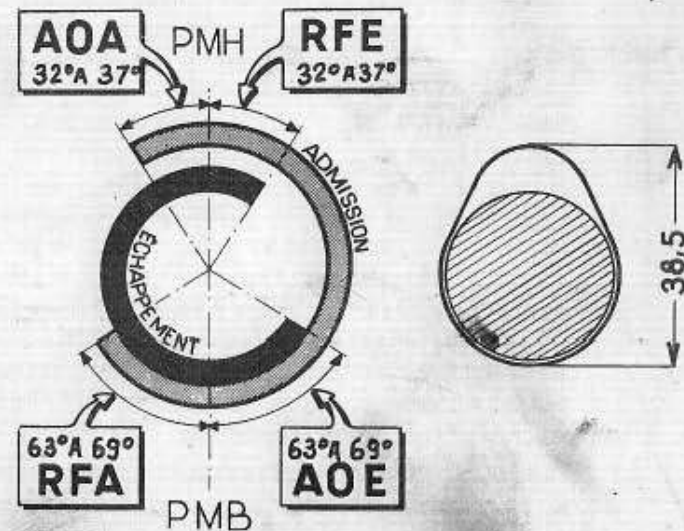
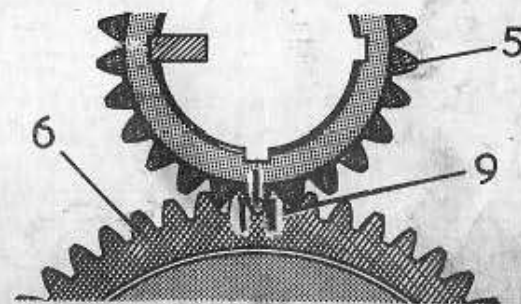
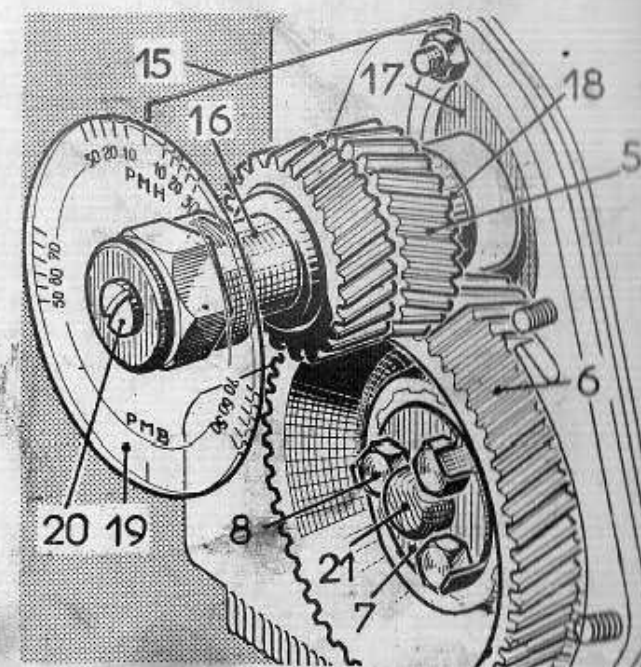

Fig. 45
Fig. 47
Fig. 49
Lire le nombre de degrés d'avance à l'ouverture (ou de retard à la fermeture selon le cas) indiqués par le disque gradué. Les cotes de réglage angulaire sont indiquées sur la Fig. 45.
- 5) Placer l'embout (4) formant butée en appui sur le bout de l'arbre du vilebrequin. Engager la collerette de chaque demi-corps (3) dans la gorge du pignon (5). Visser de quelques tours la vis (1), mettre le manchon (2) en place et continuer à visser jusqu'à l'extraction du pignon. Faire suivre la roue (6) en la tirant vers soi au fur et à mesure que l'on dégage le pignon (5). La roue se trouve dégagée la première, puis vient le pignon. Déposer l'extracteur Wilmonda DEF.
N.B.- Si l'opération ne comprend que la dépose et la pose du même couple de distribution, il y a lieu de repérer celui-ci avant le démontage. A l'aide du doigt d'arrêt Wilmonda DAT, immobiliser le moteur au Point Mort Haut (coup de pointeau sur le volant). Repérer la roue et le pignon suivant (9 - Fig. 47).
Vérifier si la rondelle obturatrice (17 - Fig. 49) est bien montée sur le vilebrequin.
Poser la clavette sur l'embout du vilebrequin, puis visser l'outil Wilmonda DAG (16 et 18 - Fig. 49) sans le disque gradué (19). Poser le pignon de distribution (5) sur l'outil DAG.
Poser le disque gradué, le repère PMH se trouvant dirigé vers le haut (il n'est pas nécessaire que ce repère soit absolument placé dans l'axe vertical). Monter un fil de fer (15 - Fig. 49), soit sur un des goujons du couvre-engrenages, soit sur un des goujons du boîtier de commandes auxiliaires. Couder ce fil de fer pour faire coïncider sa pointe avec le repère PMH du disque gradué.
Repérer à la craie les dentures correspondantes du pignon et de la roue (Fig. 47). Déposer le pignon et la roue (ne pas effacer les repères).
Déposer le mandrin, puis à l'aide du tampon Wilmonda DAV (Fig. 50) et en frappant avec un maillet sur le manche, pousser à fond le pignon sur le vilebrequin, tout en faisant suivre la roue dans le même plan que le pignon. Faire attention de ne pas coincer le piston compensateur (21 - Fig. 49) du mano-contact. L'emploi des trois goujons-guides évite cet inconvénient. Remonter le disque gradué et vérifier si
<p>l'on trouve toujours 57° AOE pour le M5 et 63° pour le Tigre avant le Point Mort Bas.</p> <p>Poser le frein (7 - Fig. 49) sur les goujons-guides. Remplacer un par un les goujons par les vis (8 - Fig. 49), bloquer ces trois vis à $2,5 \pm 0,5$ m/kg (ne pas rabattre le frein).</p> <p>Approcher les trois autres culbuteurs par les pivots, en laissant toutefois un certain jeu.</p> <p>10) Régler le culbuteur (admission droite) : Retirer le doigt DAT et tourner le moteur dans le sens de marche jusqu'à l'ouverture maximum de la soupape. Faire effectuer au vilebrequin un tour complet et régler le culbuteur à 78/100, grassement.</p> <p>11) Vérification du calage - Engager une cale de 1/10 et procéder à la vérification successive des deux soupapes par lecture sur le disque gradué (voir le réglage angulaire - Fig. 45). Le réglage de la distribution doit-être le plus égal possible sur les deux cylindres.</p> <p>12) Le couple de distribution étant réglé définitivement, démonter le mandrin Wilmonda. S'assurer du blocage des trois vis (8 - Fig. 49) et rabattre le frein. En vue d'un démontage ultérieur, repérer à la peinture, la dent du pignon et les deux dents de la roue qui sont engrenées (Fig. 47).</p> <p>13) Rétablir le jeu initial des culbuteurs 0,15 (voir M.R. 107).</p> <p>14) Poser le couvre-engrenages muni des défecteurs et du mano-contact (voir M.R. 131).</p> <p>15) Poser la poulie (voir M.R. 130) et la dynamo.</p> <p>16) Poser le ventilateur à aubes (voir M.R. 128).</p> <p>17) Monter les tubulures d'échappement (voir M.R. 124). Poser les bougies.</p> <p>18) Descendre la voiture de sur ses cales et brancher le robinet de batterie, puis procéder à un essai moteur.</p>	<p>dyn. avec embout de 14.</p> <p>↔</p>
REMARQUE : Pour les moteurs M5 - M5 Tigre - M6-Tigre B - MB "N" et MB "S", le calage idéal est réalisé lorsque les valeurs AOA - RFE d'une part et AOE - RFA d'autre part, sont le plus possible égales (se reporter aux figures 45 et 45 bis).